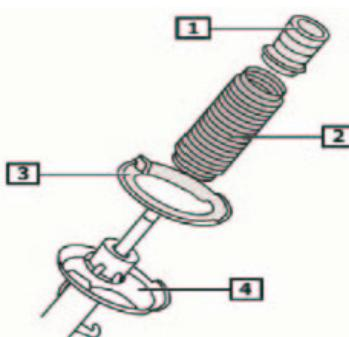

Fig. 8:
- **Fig. 8** Einzelteile des Federbeins entnehmen (1-3).
- **Fig. 8** Remove individual parts of suspension strut (1-3).
- **fig. 8** Retirer les pièces détachées de la jambe de force (1-3).
- **Fig. 8** Retirar piezas sueltas de la pata telescópica (1-3).